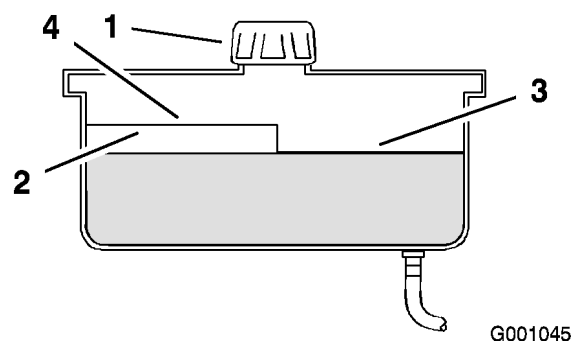

Figura 55
2. Limpie alrededor del cuello de llenado del depósito de aceite hidráulico (Figura 55).
3. Retire el tapón del cuello de llenado. Mire dentro para ver si hay aceite en el depósito (Figura 55).
Nota: El nivel de aceite debe llegar a la parte superior del nivel caliente del tabique cuando el aceite está caliente (Figura 55).